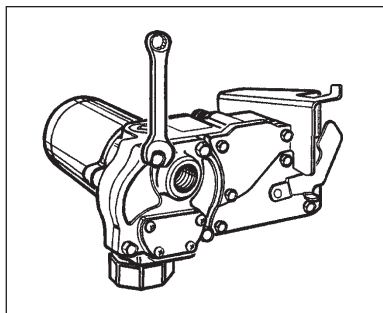

Figura 4
- Retire a tampa da engrenagem. (Figura 4)